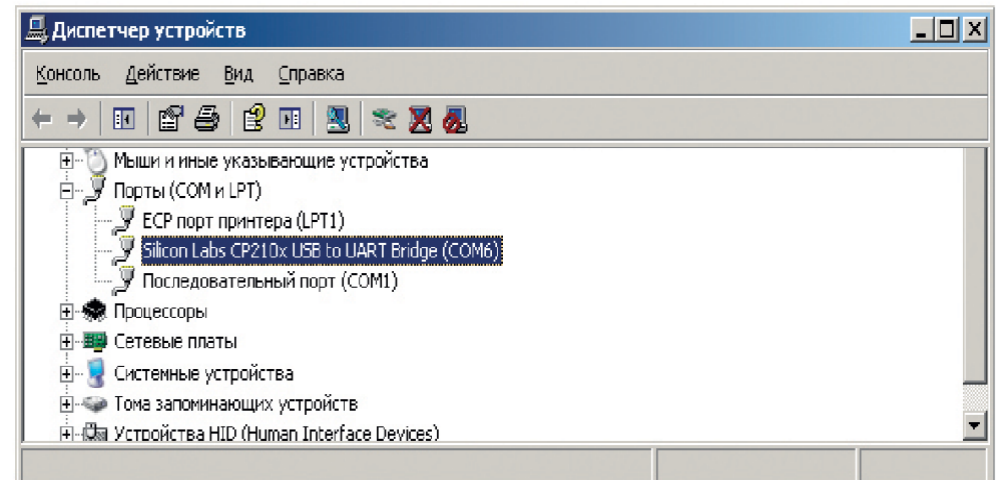

Рис.2. Диспетчер устройств.
4. Зайдите в диспетчер устройств и запомните номер порта, указанного в скобках (рис. 2). На рисунке это COM6, номер порта на вашем компьютере может отличаться от приведенного на рисунке.